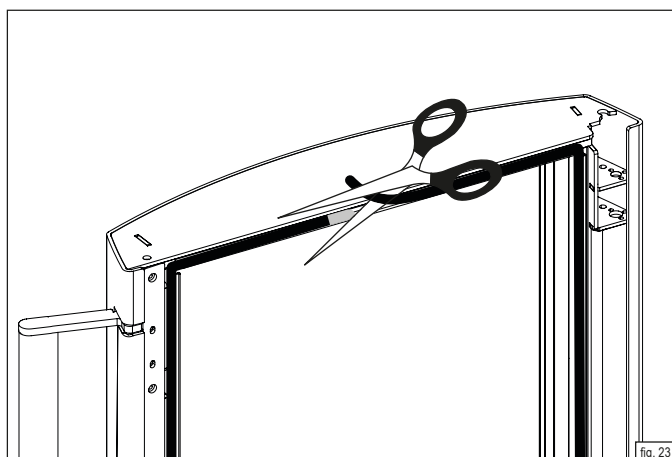
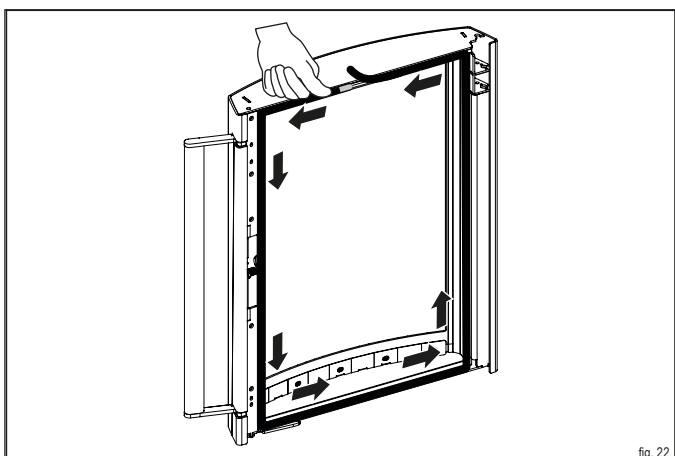

fig. 23
fig. 22
- ▶ **Iniziare a collocare la guarnizione dal centro della guida, nell'area superiore dello sportello della camera di combustione. Premere omogeneamente la guarnizione nella guida (fig. 22). Far sporgere leggermente l'estremità e tagliare la guarnizione in modo che collida (fig. 23).**